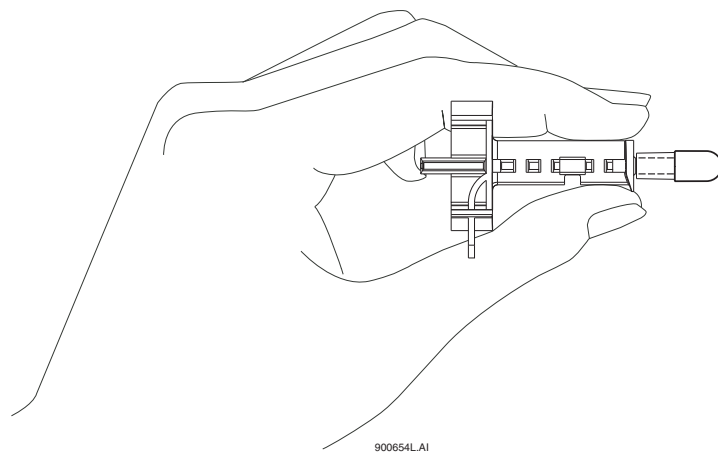

图 9.36 阵列接头
11. 握住阵列接头卡（新毛细管阵列），将阵列接头（图 9.36）对齐打开的歧管和导销。将装置推入歧管，直到完全固定在导销底部。毛细管阵列插入其插槽时，请确保把装置卡向下放置。